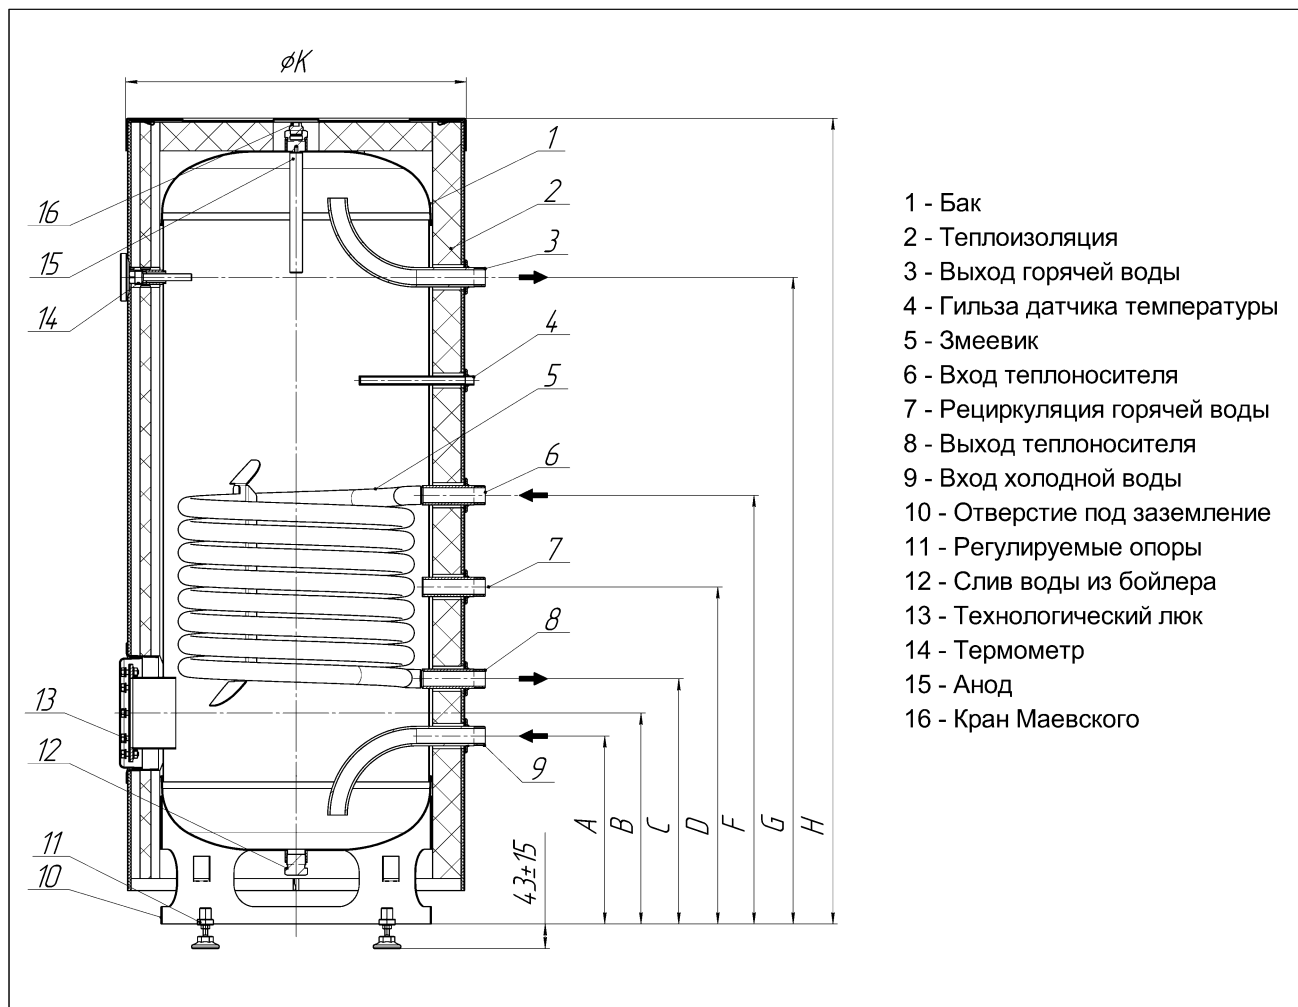
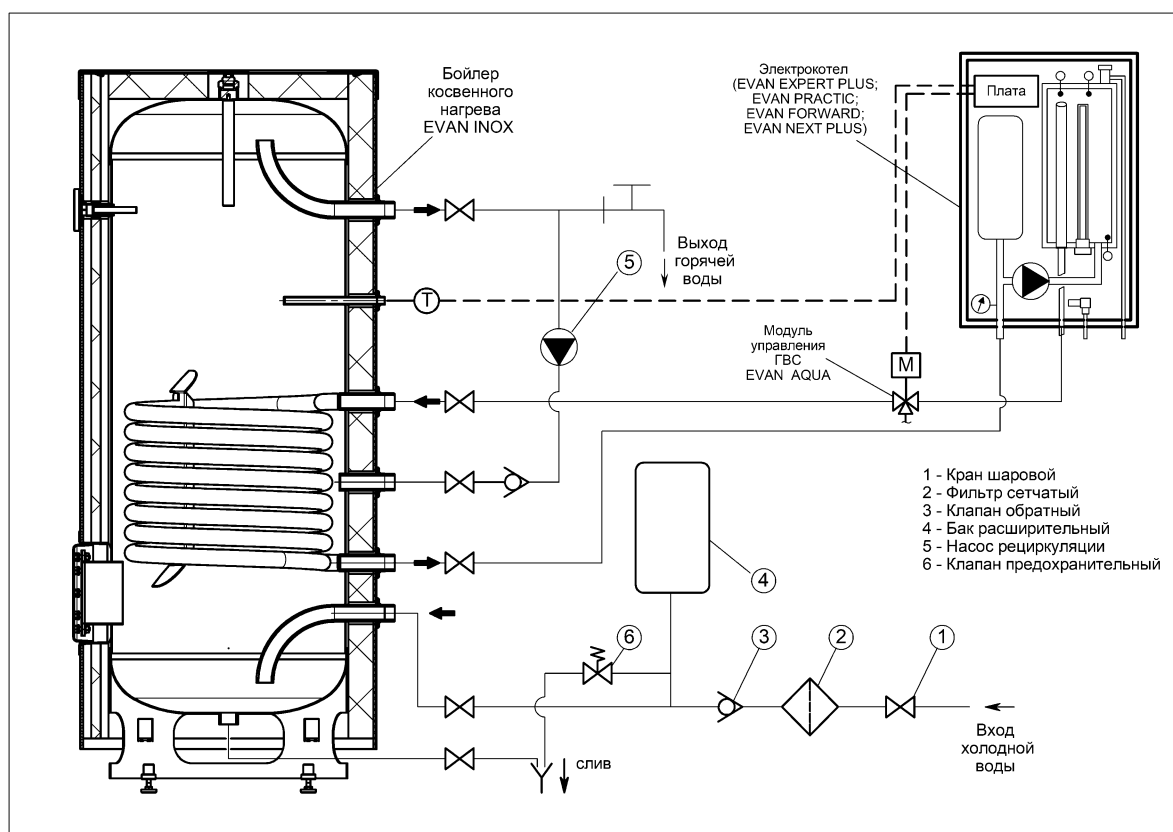

Рисунок 1. Габаритные и присоединительные размеры
Рисунок 2. Типовая гидравлическая схема
5.1 Основные элементы бойлера, габаритные и присоединительные размеры приведены на рисунке 1. Схема работы бойлера приведена на рис.2.
5.3 Внутри бака расположен теплообменник (змеевик) представляющий собой гофрированную нержавеющую трубу выполненную в форме нескольких витков. По замкнутому контуру внутри змеевика бойлера осуществляется циркуляция теплоносителя. При этом через стенку змеевика осуществляется косвенная передача тепла от теплоносителя к нагреваемой воде (см. рис. 2).
Монтаж и запуск бойлера должны выполняться квалифицированным специалистом; в случае электромонтажа ТЭН **квалифицированный специалист должен иметь третью группу по электробезопасности или выше**. В противном случае, вследствие неквалифицированного монтажа, существует риск выхода из строя бойлера и причинения вреда здоровью и имуществу Потребителю и третьим лицам. Типовая гидравлическая схема монтажа бойлера приведена на рис.2. Монтаж бойлера должен осуществляться согласно действующим нормативным документам (СниП, ПУЭ и др.).
(1) установите NTC-датчик температуры воды в гильзу датчика температуры (см. рис. 1 поз.4; см. рис. 2);
(2) подключите NTC-датчик температуры воды к котлу (более подробно см. документацию на котел);
(3) активируйте в настройках котла режим “ГВС” и задайте нужную температуру нагрева воды.